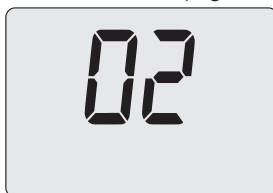

Figura 9.17
- Premendo il tasto 13 (Figura 9.12) si ottiene la conferma del valore inserito e l'attivazione della funzione. (Figura 9.17).